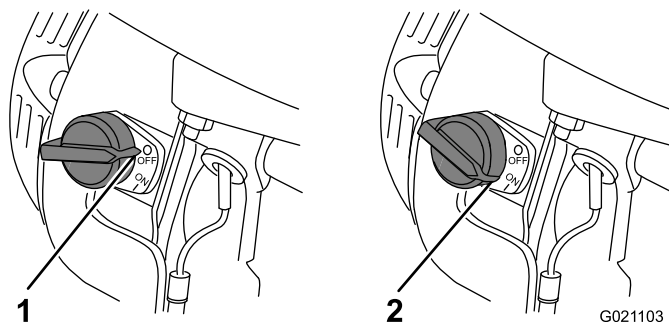

Рисунок 12
Выключатель «Вкл/выкл» (Рисунок 12) позволяет оператору запускать и останавливать двигатель. Этот выключатель находится на передней части двигателя. Для запуска двигателя поверните выключатель «Вкл./Выкл.» (On/Off) в положение «Вкл.» (ON). Для останова двигателя поверните переключатель «Вкл./выкл.» (On/Off) в положение «ВЫКЛ.» (OFF).